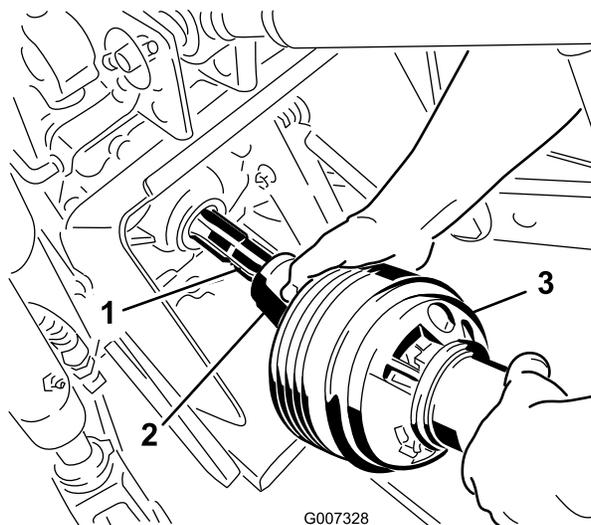

Figura 20
3. Collegate l'albero della presa di forza all'albero della presa di forza dell'unità motrice (Figura 20).